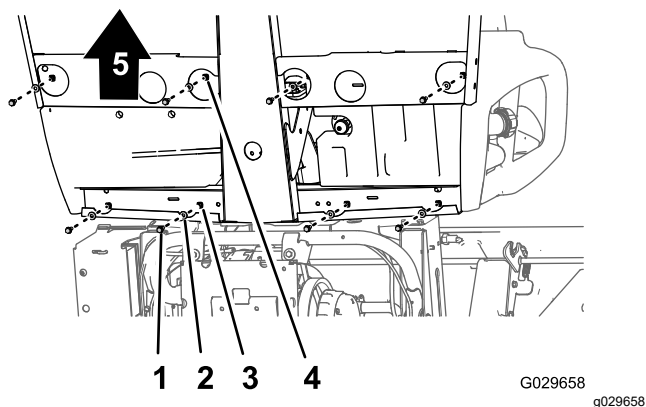
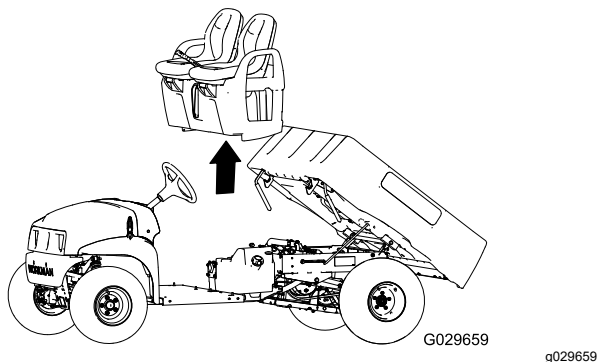

Figura 44
Figura 45
1. Sulla parte inferiore della macchina, rimuovete gli 8 bulloni a testa flangiata e le 8 rondelle che fissano la base del sedile al pianale e al canale posteriore della cabina (Figura 44).
2. Sollevate con cautela i sedili, la base dei sedili e i cavi del freno di stazionamento dalla macchina (Figura 44).
1. Sollevate i sedili e la relativa base sulla macchina e allineate i cavi del freno al telaio (Figura 44 e Figura 45).
2. Allineate i fori nella base del sedile con i fori nel pianale e nel canale posteriore della cabina (Figura 44 e Figura 45).